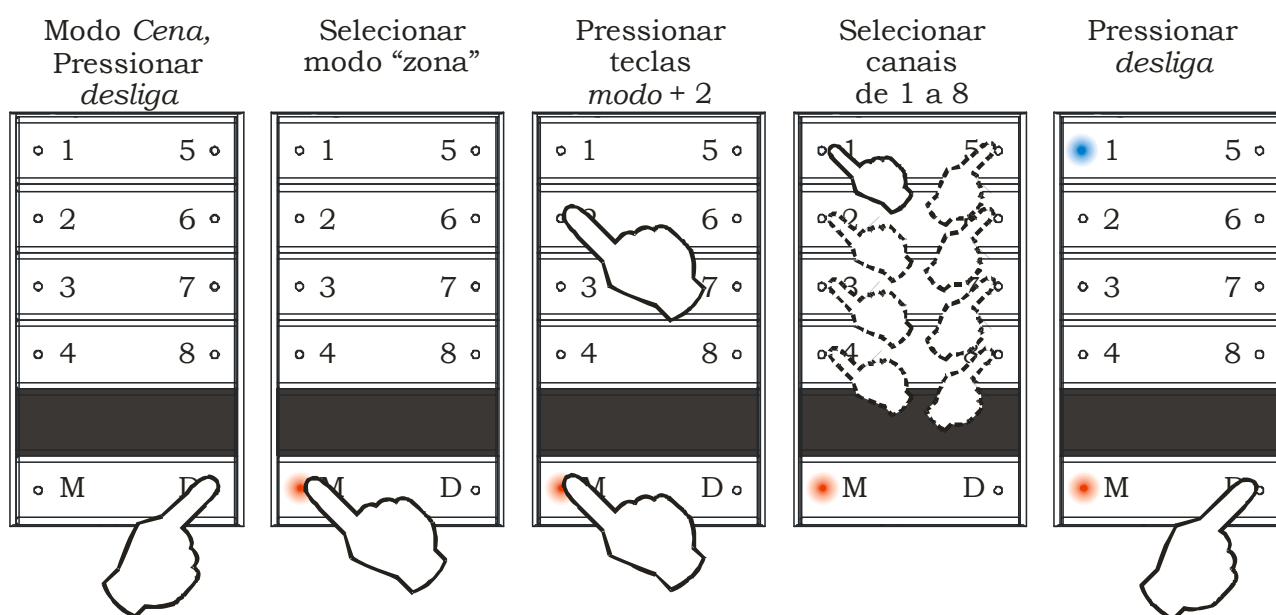

Figura 10 - Canais Ignorados pela tecla *desliga*
- Os led’s de 1 a 8 indicarão os canais não afetados pela tecla *desliga* (led aceso significa canal não afetado, ver Figura 10);